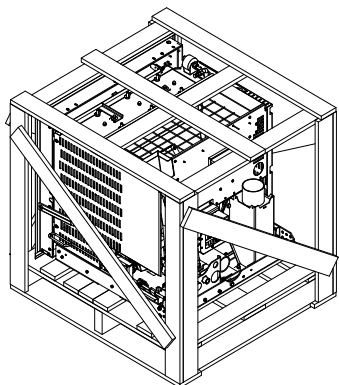
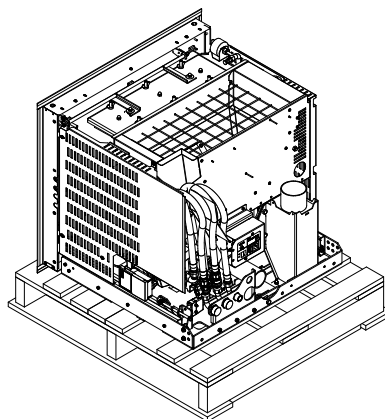

Figura 1
Figura 2
- Togliere il coperchio e i pannelli laterali del bancale (Figura 1 e Figura 2).